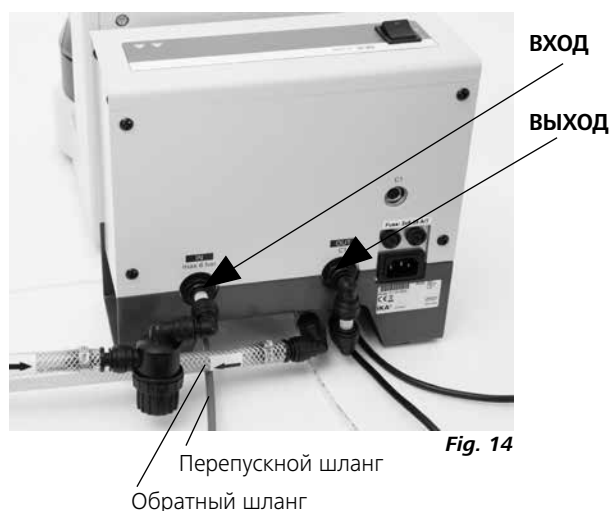

Fig. 14
Подсоединение компонентов XY С 1 к нагревателю С 1.20, см. рис. 14
- При соединении с водопроводным краном: убедитесь, что обратный шланг и перепускной шланг С 1 опущены в сток, см. рис. 14.